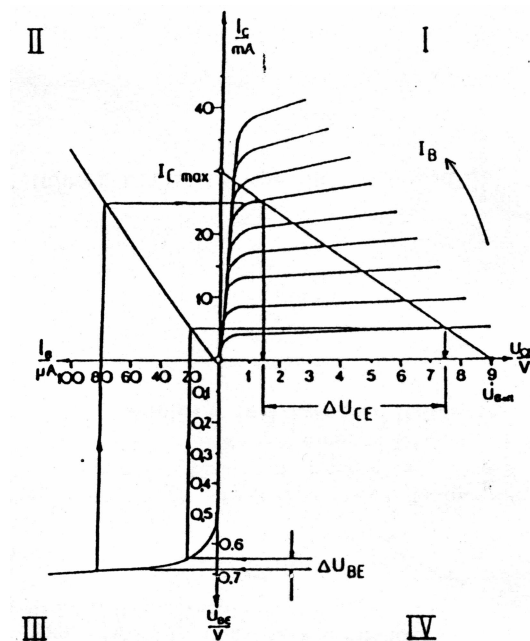
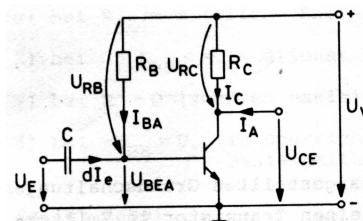
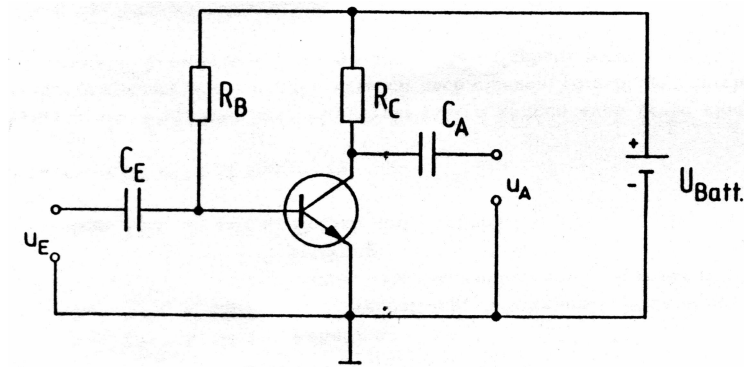

Abbildung 3: Kennlinienfelder eines Transistors.
Abbildung 4: Transistor in Emitterschaltung
Abbildung 6: Verstärkerschaltung
Die verschiedenen Spannungen und Ströme am Transistor sind mehr oder weniger stark voneinander abhängig. Einen Überblick über die Eigenschaften eines Transistors erhält man, wenn man sich die Kennlinien verschiedener Größen in einem Vier-Quadranten-Kennlinienfeld grafisch aufträgt (Abb. 3).
In der Emitterschaltung (Abb. 4) wird ein Lastwiderstand R_C am Kollektor dadurch berücksichtigt, dass man in das Ausgangskennlinienfeld (Abb. 3) eine Widerstandsgerade einzeichnet, die durch $I_{RC} = (U_V - U_{CE})/R_C$ beschrieben wird. Darin ist U_V die feste Betriebsspannung.
Aufgabe eines Verstärkers ist es eine kleine Wechselspannung von einigen mV zu verstärken. Einen einfachen Verstärker kann man mit einem Transistor in Emitterschaltung realisieren (Abb. 6). Dabei legt R_C und eine zu verwendende Batteriespannung von etwa 8 V die Arbeitsgerade im I. Quadranten (siehe Abb. 3) zwischen den Punkten $(U_{CE}, I_C) = (U_{\text{Batt.}}, 0)$ und $(0, I_{C,\text{max}})$ fest. Für den Verstärkerbetrieb ist der Bereich interessant, in dem I_C wesentlich von I_B und nur wenig von U_{CE} abhängt. Der Arbeitspunkt der Schaltung wird durch R_B bestimmt (siehe [2], Kapitel 2.2.1). Der Eingangsstrom I_E teilt sich zwischen den parallel geschalteten Widerständen R_B und r_{BE} auf, womit I_B im Arbeitspunkt festgelegt ist. Die fest eingestellte Basisspannung liegt im Durchlassbereich der Basis-Emitter-Diode ($U_{BE} \approx 0.7 \text{ V}$). Mit dem Basisstrom ist dann auch die Ausgangskennlinie $I_C(I_B, U_{CE})$ festgelegt. Der Schnittpunkt dieser Kennlinie mit der
- Wodurch wird das Frequenzverhalten des Verstärkers in Abbildung 6 beeinflusst? Handelt es sich am Eingang und am Ausgang der Emitterschaltung um einen Hochpass oder Tiefpass? Wie groß sind der Eingangswiderstand und der Ausgangswiderstand der Emitterschaltung?